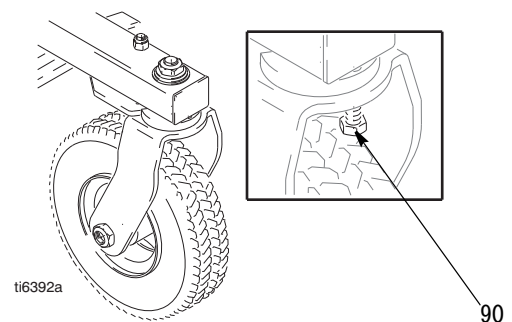

図 . 1
7. ドライブハウジングにネジ (34) を取り付けます。図 1 の注 3 に記載の値で均一な力で締めます。
9. 2 本のネジ (32) でフロントカバー (52) を取り付けます。
- ① オイル
- ② ベアリンググリス 110293 を注入します
- ③ す